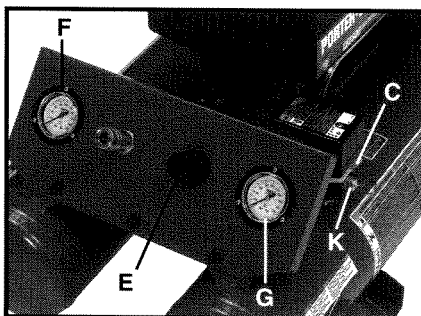

Fig. 3
**Interrupteur ON/AUTO – OFF (C) Fig. 3 :** Mettez cet interrupteur à ON pour alimenter le manostat automatique et à OFF pour mettre hors tension à la fin de chaque utilisation.
**Régulateur (E) Fig. 3 :** La pression provenant du réservoir est réglée par le régulateur. Tirez sur le bouton du régulateur pour le DÉVERROUILLER. Tournez le bouton du régulateur en sens horaire pour augmenter la pression et en sens anti-horaire pour la diminuer. Pour éviter d'avoir à corriger légèrement après réglage, approchez toujours la pression souhaitée par le bas. Pour réduire la pression, décroissez-la d'abord à une valeur inférieure à celle désirée puis accroissez-la jusqu'à la pression souhaitée. Suivant les besoins en air de chaque accessoire donné, il se peut qu'il faille ajuster la pression réglée à la sortie pendant l'utilisation de l'accessoire. Poussez le bouton du régulateur vers le bas pour le VERROUILLER à la pression choisie.
**Manomètre pour pression de sortie (F) Fig. 3 :** Le manomètre pour pression de sortie indique la pression d'air disponible sur le côté sortie du régulateur. Cette pression est contrôlée par le régulateur et est toujours inférieure ou égale à la pression du réservoir. Reportez-vous au « Mode de fonctionnement ».
**Manomètre pour pression du réservoir (G) Fig. 3 :** Le manomètre pour pression du réservoir indique la pression d'air de réserve dans le réservoir.
**Soupape de sûreté (K) Fig. 3 :** Si le manostat ne met pas le compresseur d'air à l'arrêt à son réglage de pression de déclenchement, la soupape de sûreté protégera contre la haute pression en « sortant » à sa pression réglée en usine (légèrement plus élevée que le réglage de déclenchement du manostat).
10. Tirez sur l'anneau de la soupape de sûreté (K) Fig. 3 et laissez l'air s'échapper du réservoir. Relâchez l'anneau quand la pression dans le réservoir est d'environ 20 psi.